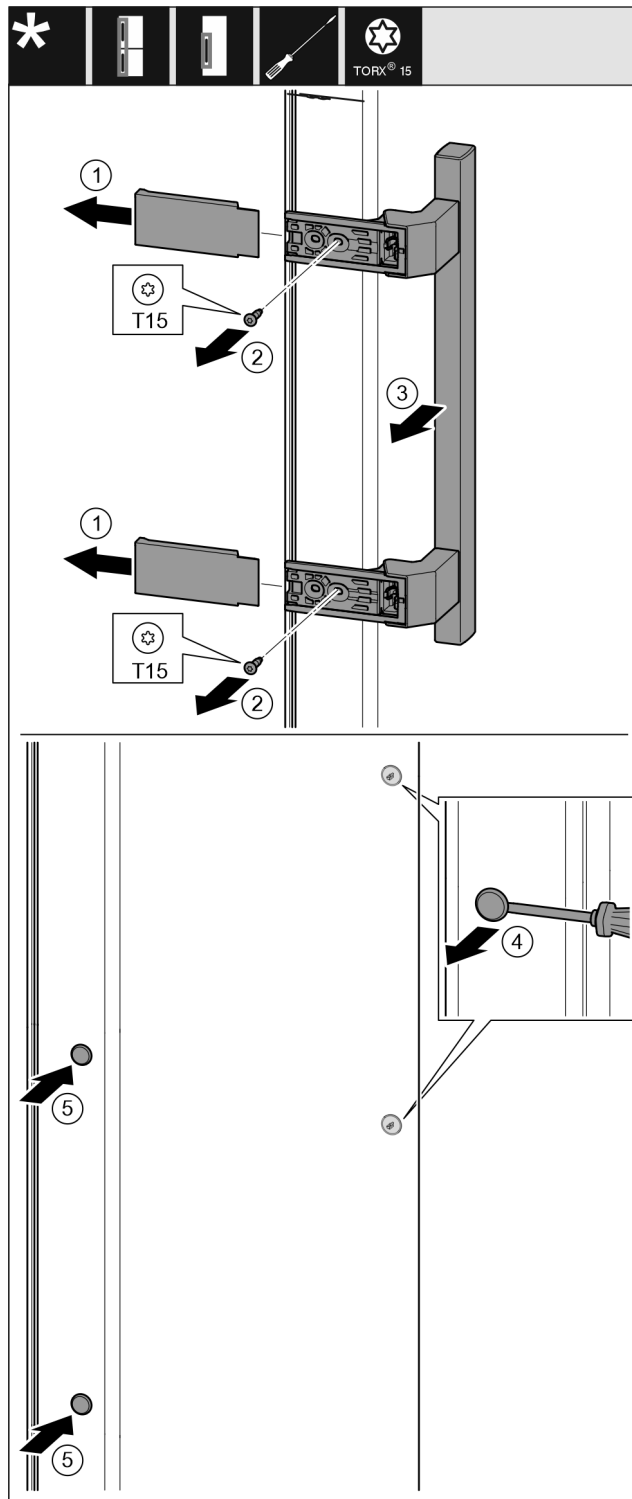

Fig. 20
- ▶ Stáhněte kryt. Fig. 20 (1)
- ▶ Šroubovákem T15 vyšroubujte šrouby. Fig. 20 (2)
- ▶ Sejměte madlo. Fig. 20 (3)
- ▶ Postranní zátku opatrně nadzvedněte plochým šroubovákem a vytáhněte. Fig. 20 (4)
- ▶ Zátku opět vložte na druhé straně. Fig. 20 (5)